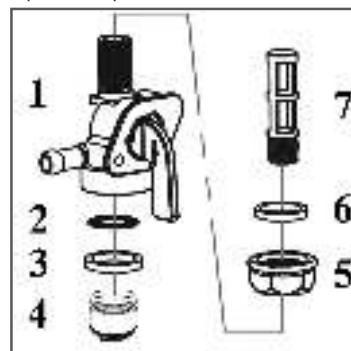

Рис. 24 Устройство топливного крана
Устройство топливного крана показано на Рис. 24.
2. Открутите контргайку 5 на 1-2 оборота (Рис. 24).
4. Открутите стакан отстойника 4 и слейте из него бензин в подготовленную для этого емкость (Рис. 24).
- чатый фильтр 2 (Рис. 24).
6. Выкрутите из корпуса топливного крана сетчатый фильтр 7 (Рис. 24).
- Слейте топливо из топливного бака и карбюратора (Рис. 24).